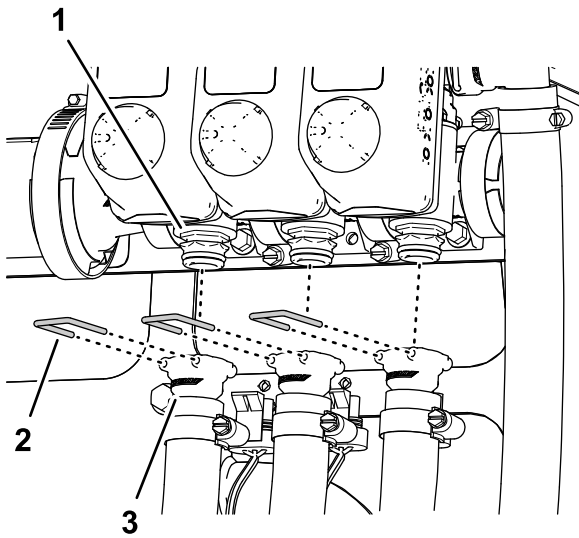

Figure 35
6. Retirez les étriers qui fixent les raccords rapides des flexibles d'alimentation gauche, central et droit aux raccords rapides des vannes de section de pulvérisation (Figure 35).
7. Débranchez les flexibles d'alimentation des sections gauche, centrale et droite des raccords rapides des vannes de section de pulvérisation, et déposez les flexibles de la machine (Figure 35).